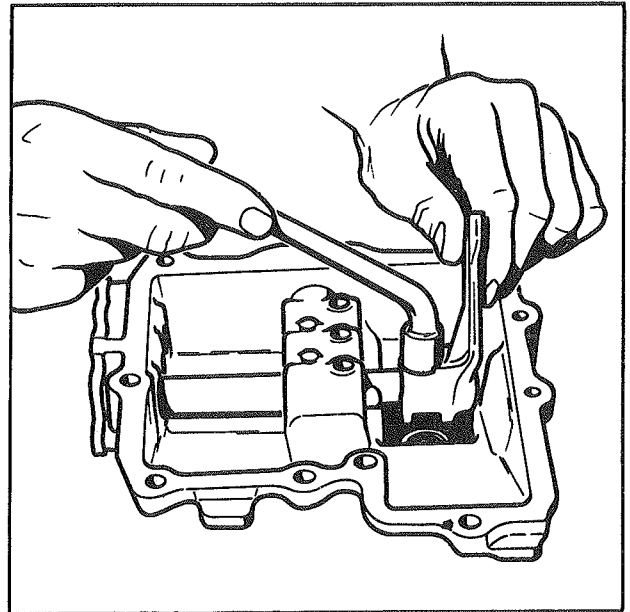

Fig. 3
- Faire pivoter la fourchette de marche AR pour la mettre perpendiculaire au boîtier (fig. 3) afin de faciliter le dégagement de l'axe.